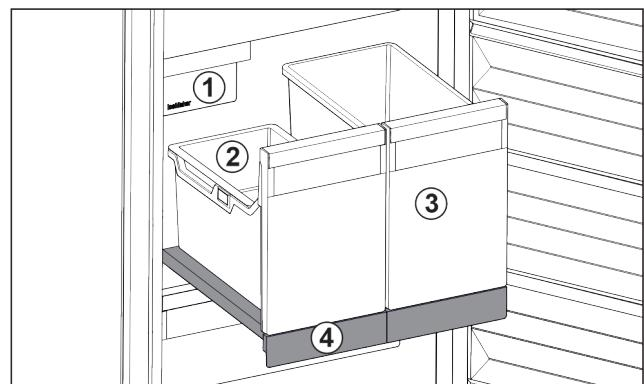

Fig. 122 Vysouvací příhrádka s IceTower
- (1) IceMaker
- (2) Závesná miska pro kostky ledu
- (3) Nádoba např. pro pizza, alkoholické nápoje
- (4) Vysouvací příhrádka
Na vysouvací příhrádce jsou dvě vysoké nádoby (IceTower). V nádobě Fig. 122 (2) se shromažďují a skladují kostky ledu z IceMaker. Nádoba Fig. 122 (3) se hodí pro skladování vysokých potravin jako pizzy nebo alkoholické nápoje.